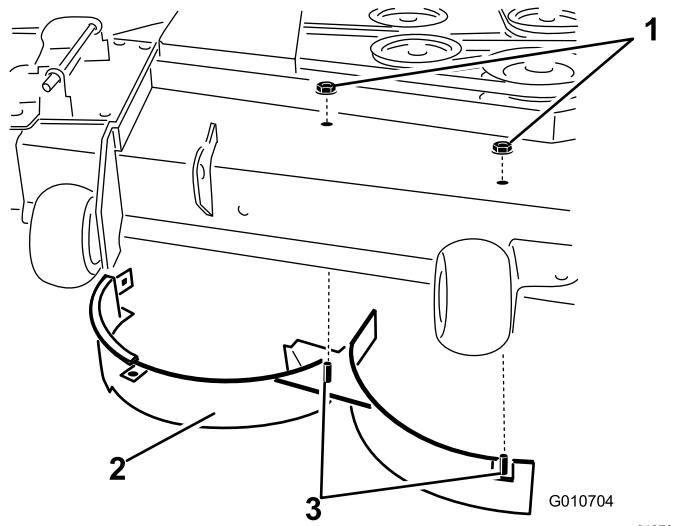

Bild 35
11. Entfernen Sie die zwei Sicherungsmuttern (5/16"), mit denen die geschweißten Streben des rechten Ablenkblechs oben am Mähwerk in der Mitte und rechts von der Mittelstellung befestigt sind (Bild 35).
12. Entfernen Sie die Schlossschraube und die Sicherungsmutter, die das rechte Ablenkblech oben auf dem Mähwerk sichern. Entfernen Sie das rechte Ablenkblech vom Mähwerk (Bild 35).